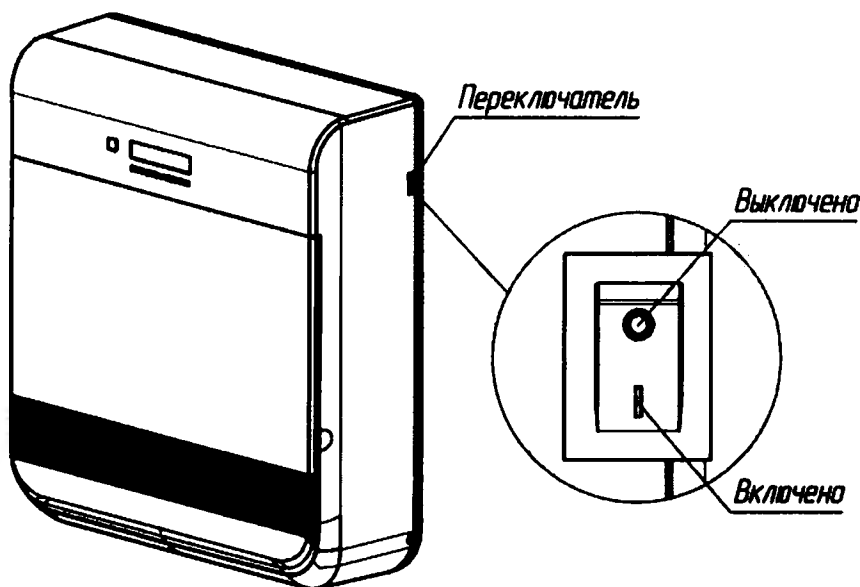

Рисунок 5.1 – Переключатель прибора
Включение (переход в режим ожидания) и отключение прибора осуществляется переключателем на левой стенке (рисунок 5.1).
5.8.5 Если прибор, находящийся в рабочем режиме, был выключен нажатием переключателя (рисунок 5.1) или отключением от сети, то при включении прибор будет находиться в режиме ожидания.